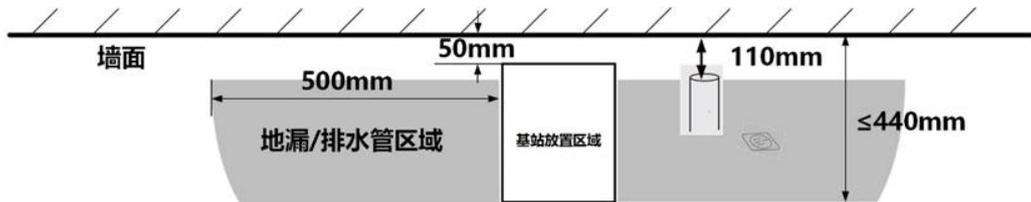

图4 排污预留区域
4.5.1 当基站与家庭下水管道连接方式为侧排时，地漏/排水管距离基站放置区域宜 ≤ 500 mm，以便于连接。排水管或地漏中心距离墙面建议为 110 mm ~ 440 mm，预埋管径应 ≥ 40 mm（标准40、50、75管）。并确保家庭下水管道有足够的坡度（通常为 $1^\circ \sim 2^\circ$ ），以利用重力实现顺畅排水。放置地漏时，地漏最小孔径 ≥ 30 mm。地漏或排水管放置区域如图4所示。